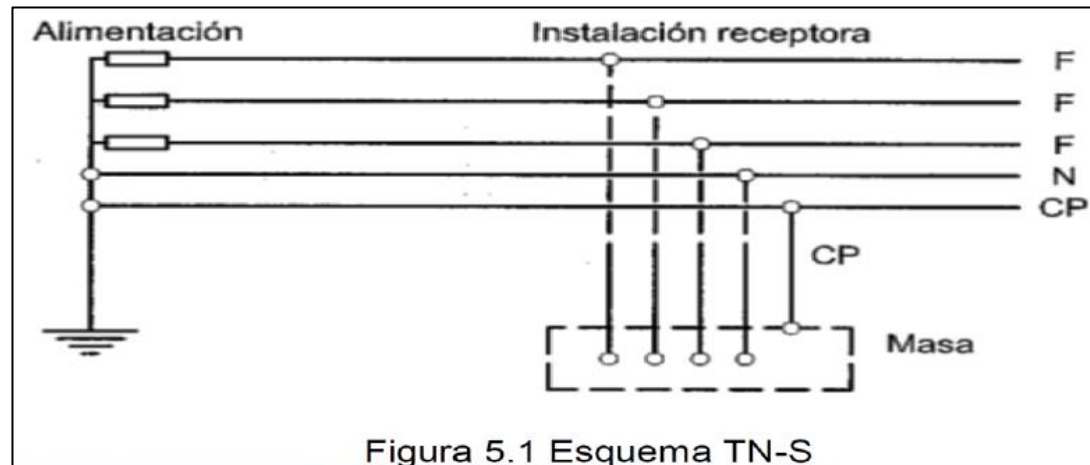

Figura 5.1 Esquema TN-S
6.4.3 El conductor neutro y el de protección son distintos en todo el esquema. En el ámbito de aplicación de este esquema, la bajada del conductor que une la instalación con el electrodo de puesta a tierra deberá realizarse con conductores independientes para la tierra de protección y la tierra de servicio (neutro), la unión de ellos deberá realizarse en el electrodo y en el tablero principal de la instalación, en el caso de usar protección diferencial, este siempre deberá ir ubicado aguas abajo de esta unión. Ver figura 5.1